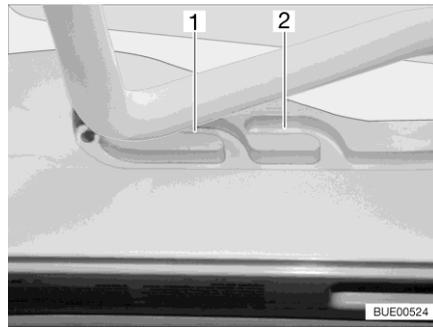
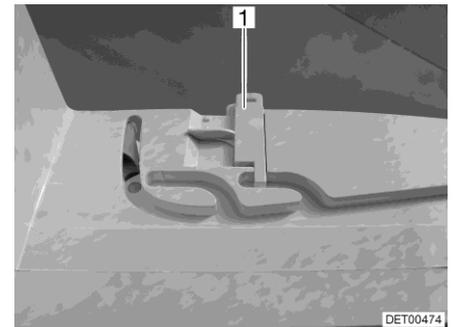

Bild 117 Führung (Lüftungsstellung)
Bild 118 Verriegelung (Lüftungsstellung)
Die Heki-Dachhaube kann in zwei Lüftungsstellungen gebracht werden: Schlechtwetterstellung (Bild 117,1) und Mittelstellung (Bild 117,2). Je nach Modell kann die Dachhaube in der Mittelstellung mit den beiden Riegeln (Bild 118,1) links und rechts am Rahmen der Dachhaube verriegelt werden.
- Den Bügel leicht nach oben drücken und in die gewählte Führung (Bild 117,1 oder 2) schieben und ggf. verriegeln.